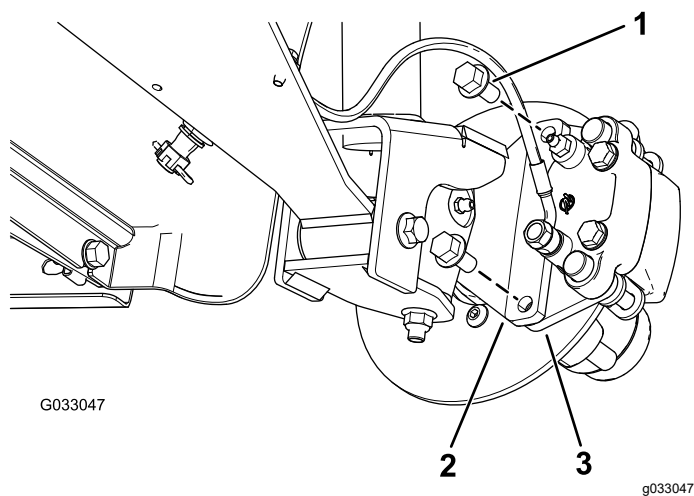
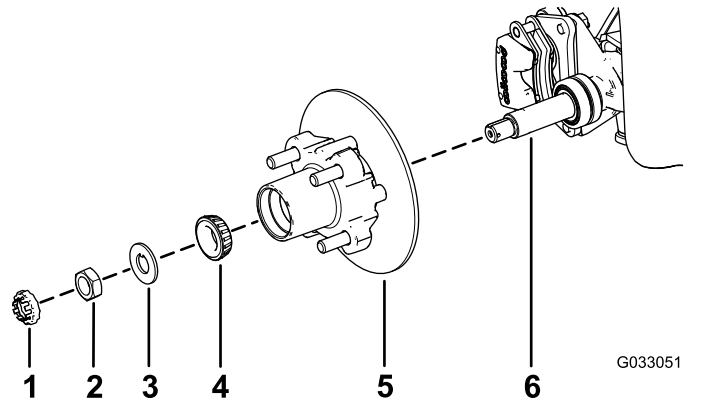

Figura 23
Figura 27
3. Retire os parafusos de cabeça flangeada ($\frac{3}{8}$ x $\frac{3}{4}$ pol.) que prendem o suporte para o conjunto dos travões ao eixo e afaste o travão do eixo (Figura 23).
1. Aplique uma leve camada do lubrificante especificado no eixo (Figura 27).
2. Monte o cubo e o rotor no eixo com o rotor interior (Figura 27).
3. Monte o rolamento exterior no eixo e coloque o rolamento na correia exterior (Figura 27).
4. Monte a anilha com patilha no eixo (Figura 27).
5. Enrosque a porca do eixo no eixo e aperte a porca com 15 N·m, enquanto roda o cubo para assentar o rolamento (Figura 27).
2. Alinhe as pastilhas dos travões com cada lado do rotor (**Figura 23**) e os orifícios no suporte da pinça com os orifícios na montagem dos travões da estrutura do eixo (**Figura 27**).
3. Prenda o suporte da pinça à estrutura do eixo (**Figura 23**) utilizando os dois parafusos de cabeça flangeada ($\frac{3}{8} \times \frac{3}{4}$ pol.)